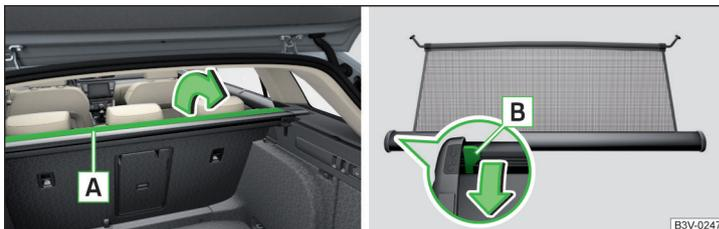

Abb. 156 Teil der aufrollbaren Gepäckraumabdeckung aufklappen / Entriegelungshebel
› Den Teil **A** der aufrollbaren Gepäckraumabdeckung in Pfeilrichtung aufklappen » **Abb. 156**.
- › Den Teil **A** der aufrollbaren Gepäckraumabdeckung entgegen der Pfeilrichtung zurückklappen » Abb. 156.
- › Den Teil **A** der aufrollbaren Gepäckraumabdeckung in Pfeilrichtung aufklappen » Abb. 156.
Sollte die Netztrennwand beim Herausziehen blockieren, dann den Entriegelungshebel **B** in Pfeilrichtung drücken » Abb. 156.